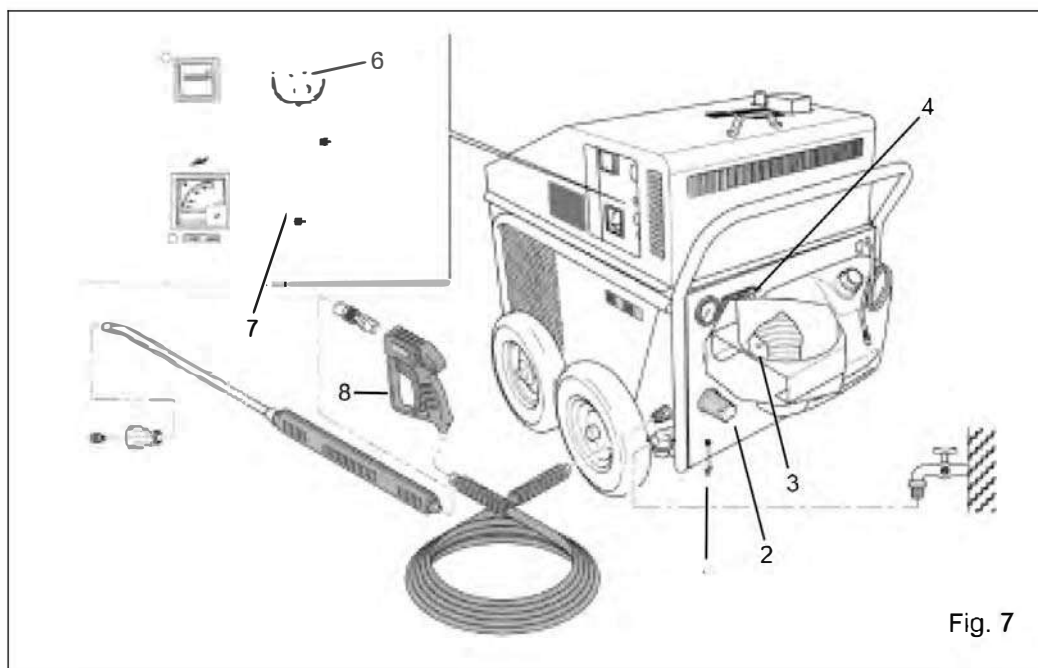

Fig. 7
Es obligatorio conectar la máquina a tierra a través de un cable de toma de tierra que debe ir fijo a la máquina donde se encuentra el perno de masa señalado con el símbolo de tierra (Fig. 7 pos. 27).
- 1.9.7 **Seguridad del gasoil sin quemar:** este es un dispositivo de seguridad para impedir el llenado de la caldera de tipo vertical por el gasoil sin quemar; está compuesto por uno o más agujeros practicados en el fondo de la caldera misma (Fig. 7 pos. 3). Los agujeros tienen una dislocación y protección tal de impedir cualquier tipo de salida de calor o humos. A través de este agujero el gasoil sin quemar puede salir fácilmente, evitando el peligro de explosiones o fuertes volúmenes de fuego, que normalmente provocan la destrucción de todas las partes inflamables que componen la máquina.
IMPORTANTE: Antes de utilizar la máquina controlar que la misma esté conectada a tierra (Fig. 7 pos. 1)
- A – Controlar que el pulsador en forma de hongo de emergencia stop, situado debajo del cuadro de mandos (Fig. 7 pos. 2) esté en posición “desconectado”.
- B – Poner el grupo en marcha eléctricamente con la llave. (Fig. 7 pos. 4)
- C – Insertar el interruptor - quemador ubicado en el cuadro de mandos (Fig. 7 pos. 7) y la máquina está lista para erogar agua caliente con presión (elegir la temperatura de funcionamiento necesaria a través del termostato graduado ubicado en el cuadro de mandos) (Fig. 7 pos. 6).
- D – Para obtener la salida del agua con presión por la lanza se necesita tirar la palanca de la pistola, (Fig. 7 pos. 8) dejando volver la misma palanca a la posición de reposo se obtiene la interrupción del flujo de agua y del calentamiento. El grupo está dotado de un pistón hidráulico que acelera o detiene el motor entotérmico según se abra o se cierre la pistola de aspersión.
- E – La detención total del grupo, sea con motor de gasolina que con motor diesel, se obtiene poniendo a cero la llave de puesta en marcha (Fig. 7 pos. 4) o a través del pulsador en forma de hongo emergencia stop (Fig. 7 pos. 2) Algunos minutos antes de proceder a la detención de la máquina es una buena norma cerrar el sistema de aspiración detergente para evitar residuos de productos químicos en la máquina y apagar el quemador para impedir que el agua recalentada provoque incrustaciones de calcáreo en el serpentín.
Para variar la presión en modo constante hacer girar la manivela negra de la válvula de BY-PASS (Fig. 7 posición) en uno u otro sentido según sea la presión deseada. El sentido de rotación + o - se puede leer en la manivela misma.